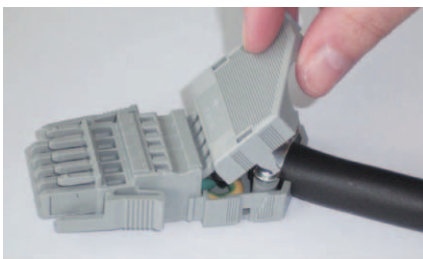

Abb. 80: Verschieben des Zugentlastungsgehäuses
- Verschieben Sie das Zugentlastungsgehäuse, indem Sie das Oberteil des Gehäuses von oben auf das Unterteil drücken (Abb. 80).